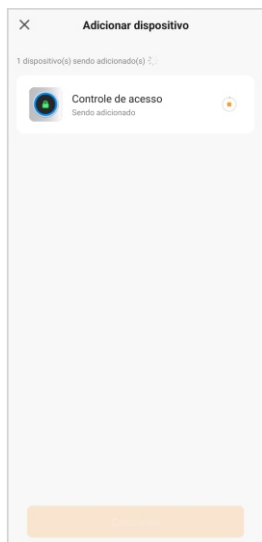

Figura 9
6. Na próxima tela (figura 9), aguarde até que seu smartphone se comunique com a fechadura e vincule o mesmo a sua conta.